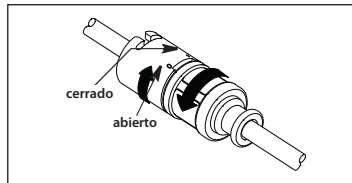

Figura 3
- Si va a utilizar un protector anticontaminación para catéteres con adaptador TwistLock (si se suministra), asegúrese de que el TwistLock doble del protector anticontaminación para catéteres esté completamente abierto (consulte la figura 3).